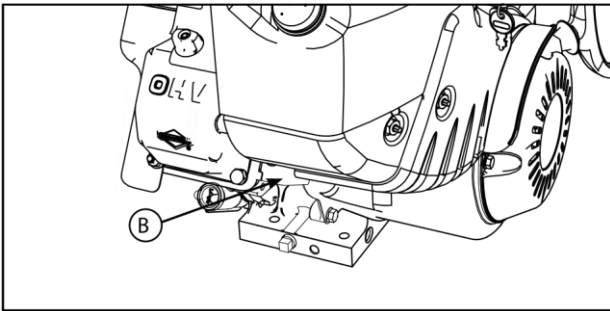

Рис. 13
2. наклоните агрегат немного назад, затем снимите крышку для слива масла (В, рис. 13). слейте масло в подходящую для этого емкость.